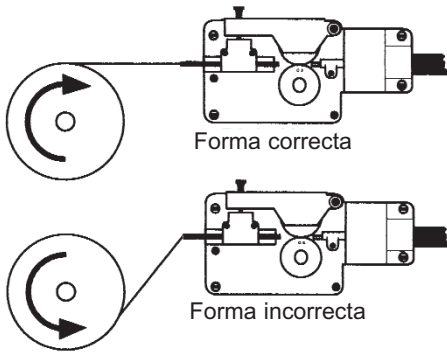

Figura 6. Instalación Correcta del Alambre
4. Colocar el carrete en el eje de modo que el alambre al salir del carrete quede como en la ilustración superior en la Figura 6. El alambre soldador siempre